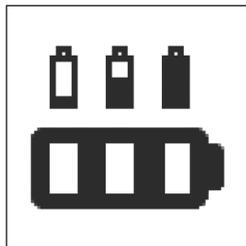

Abbildung 15 Akku-Anzeige Handbedienung.
- An der Handbedienung befindet sich eine Akku-Anzeige (siehe Abbildung 15).